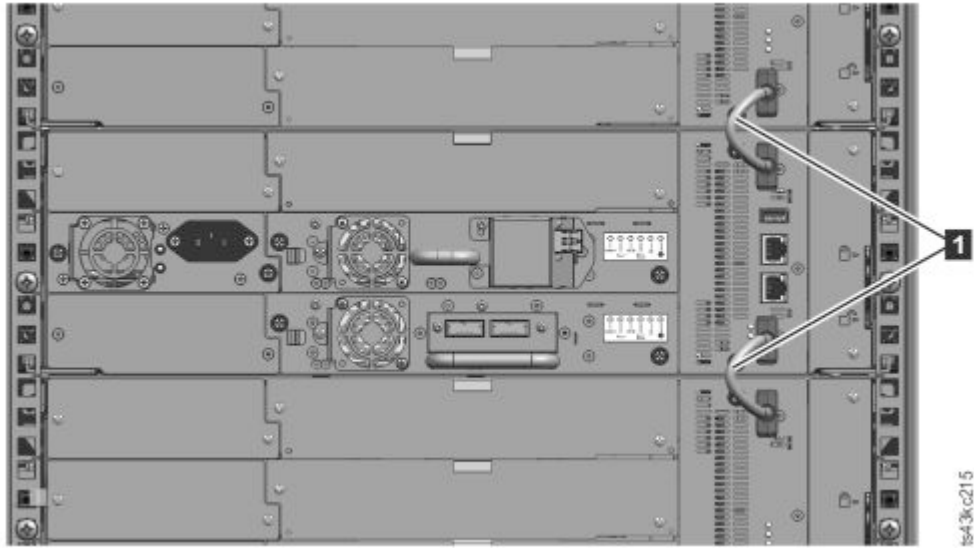

图 48. 已连接的模块
5. 在磁带库背面，使用扩展互连电缆 (**1**) 将每对模块连接到其相邻模块，如第 50 页的图 48 中所示。